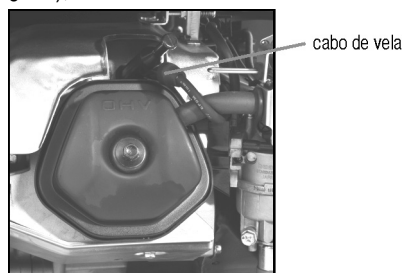

Fig. 26 – Removendo a vela
- d. Com auxílio de uma chave de vela, remova a vela (fig. 26);